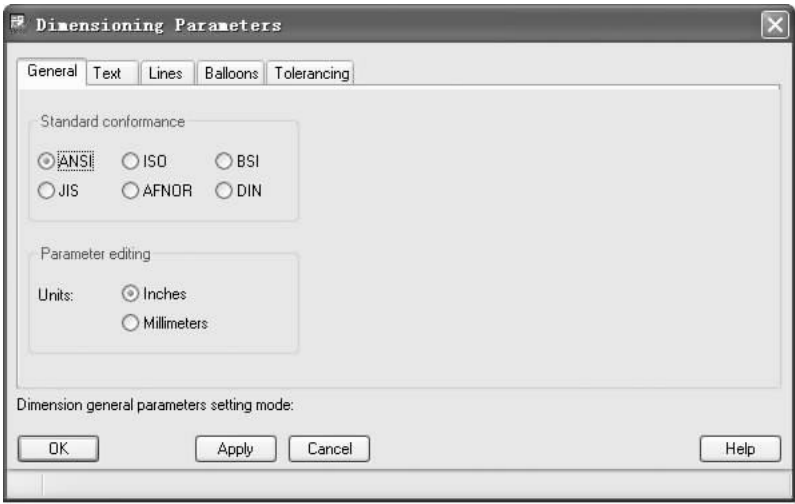

图 10-25 “Dimensioning parameters (标注参数)”
(4) “Edit drafting parameters”: 单击此按钮，弹出如图 10-25 所示的 “Dimensioning parameters (标注参数)” 对话框，编辑标注参数。